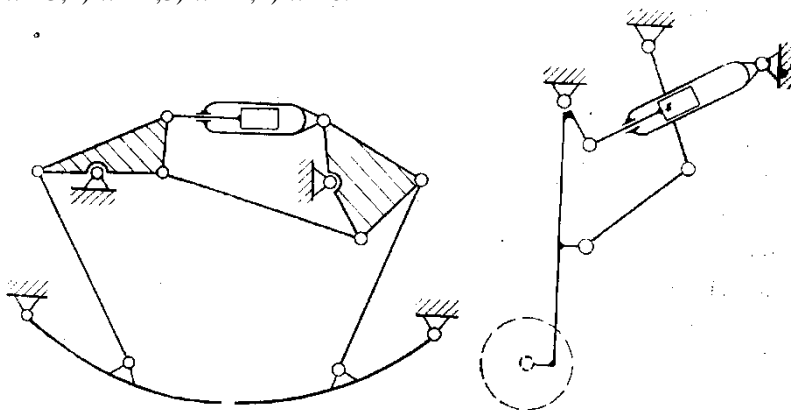

Рис. 1.24,25.
70. В каком из четырех ответов правильно указано число рленей свободы изображенного на рис. 1.24 механизма управления большими створками передней ноги шасси самолета?